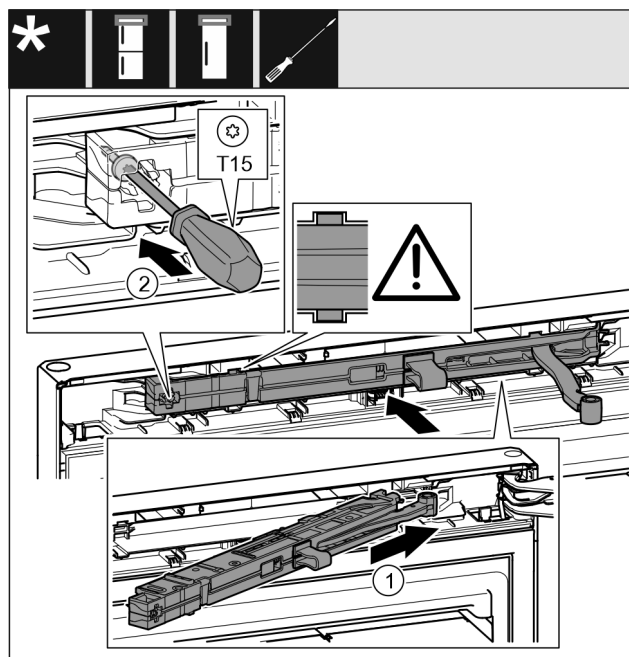

Fig. 70
- ▶ Jednotku tlumiče zavírání Fig. 70 (1) na straně stojanu ložiska zasuňte až na doraz šikmo do vybrání.
- ▶ Šroubovákem šroub Fig. 70 (2) pevně utáhněte.